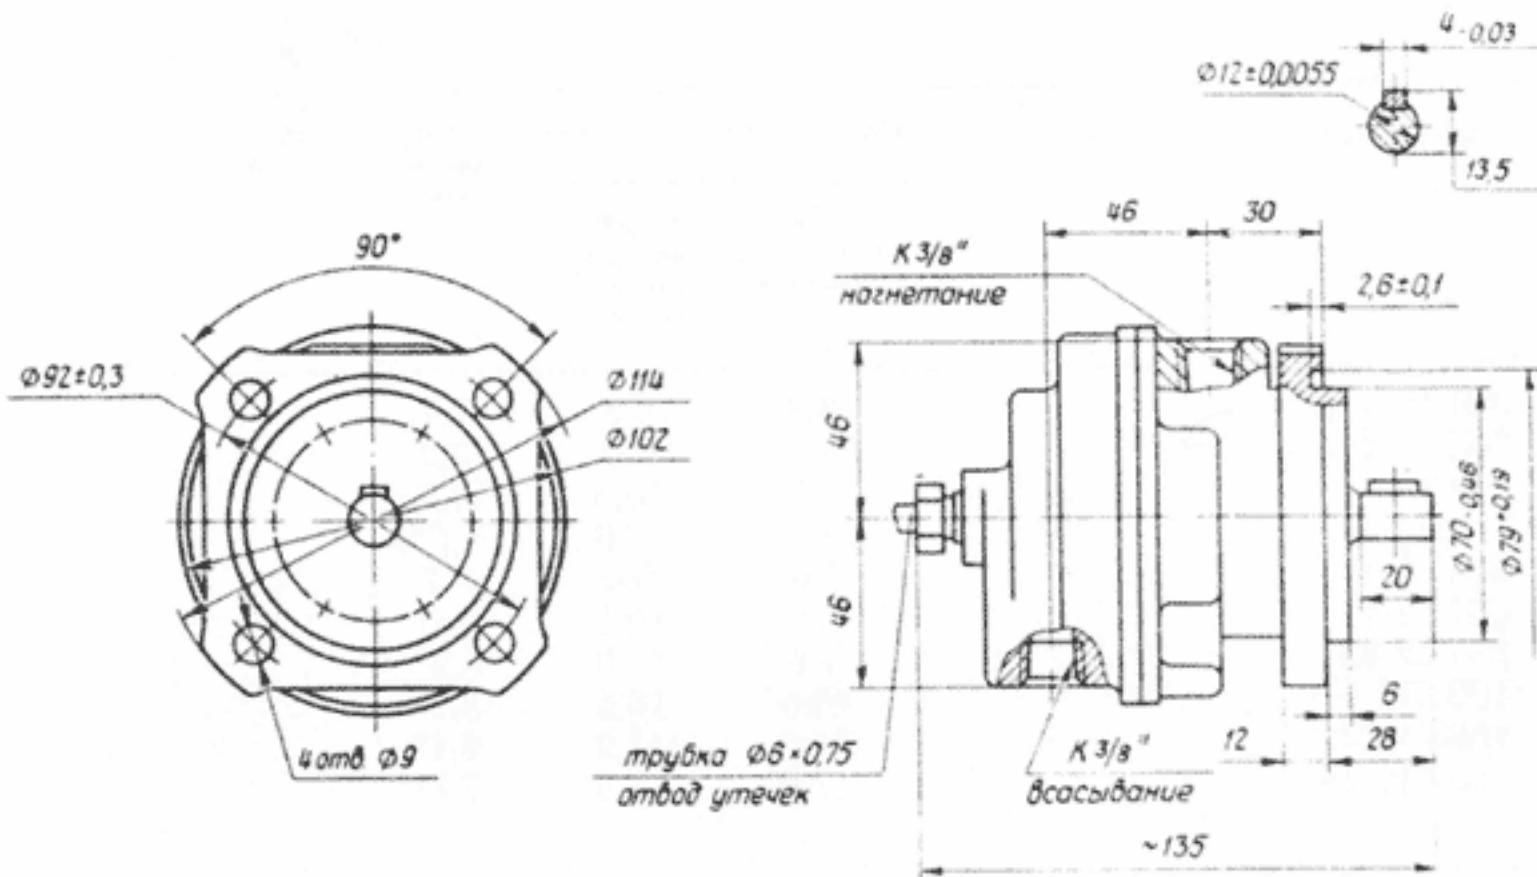

Рис. 1. Габаритные и присоединительные размеры насосов пластинчатых однопоточных типа БГ12-4
2.5. Габаритные и при соединительные размеры насосов приведены на рис. 1 и 2.